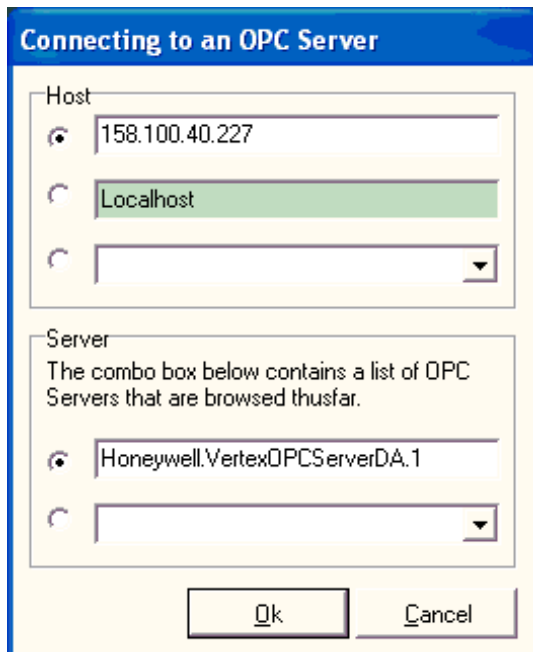

Abbildung F-22. Verbindungsaufbau mit einem OPC-Server
9. Wählen Sie die in Abbildung F-22 markierte Gruppe.
18. Vergewissern Sie sich, dass für die Tag-Qualität „Good“ angegeben ist (im MatrikonOPC Explorer-Fenster in Abbildung F-22 hellblau umrandet).